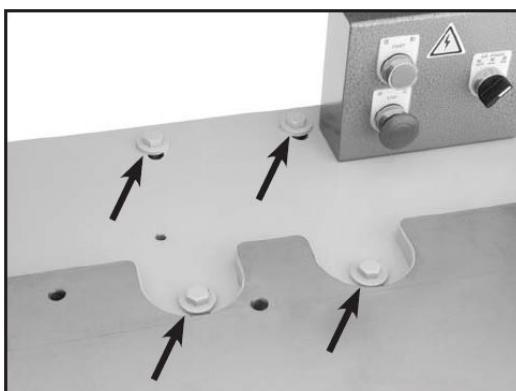

Рис. 50. Болты крепления электродвигателя.
3. Ослабьте болты крепления, показанные на рис. 50.